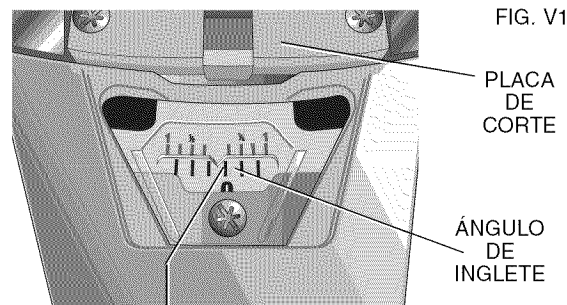
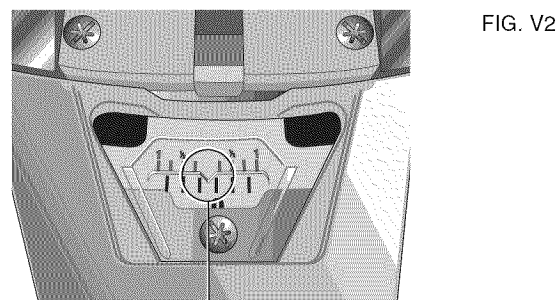

FIG. V1
FIG. V2
2. Fije el ángulo de inglete al grado entero más cercano deseado, alinee la marca central en la escala vernier como se muestra en la Figura V1, con el número de grado entero impreso en la escala de inglete. Analice la Figura V2 detenidamente, la configuración que se muestra es 24° de inglete a la derecha.
3. Para fijar el 1/4 grado adicional, oprima el bloqueo del brazo de inglete y mueva cuidadosamente el brazo a la DERECHA hasta que la marca de vernier de 1/4 grado quede alineada con la marca de grados MÁS CERCANA en la escala de inglete. En el ejemplo que se ilustra, la marca de grados más cercana en la escala de inglete es 25 grados. La Figura V2 muestra una configuración de 24-1/4 grados de inglete a la derecha.